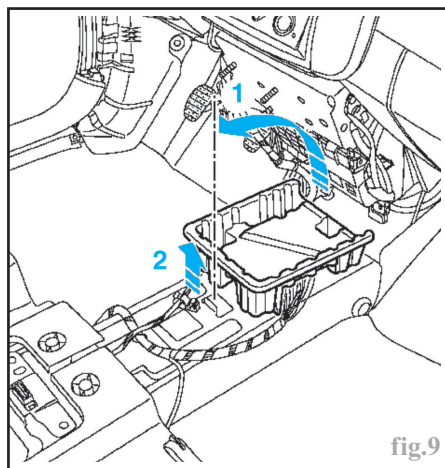

fig.9
- Déclipper le carter de protection en (1) puis (2) (fig.9).